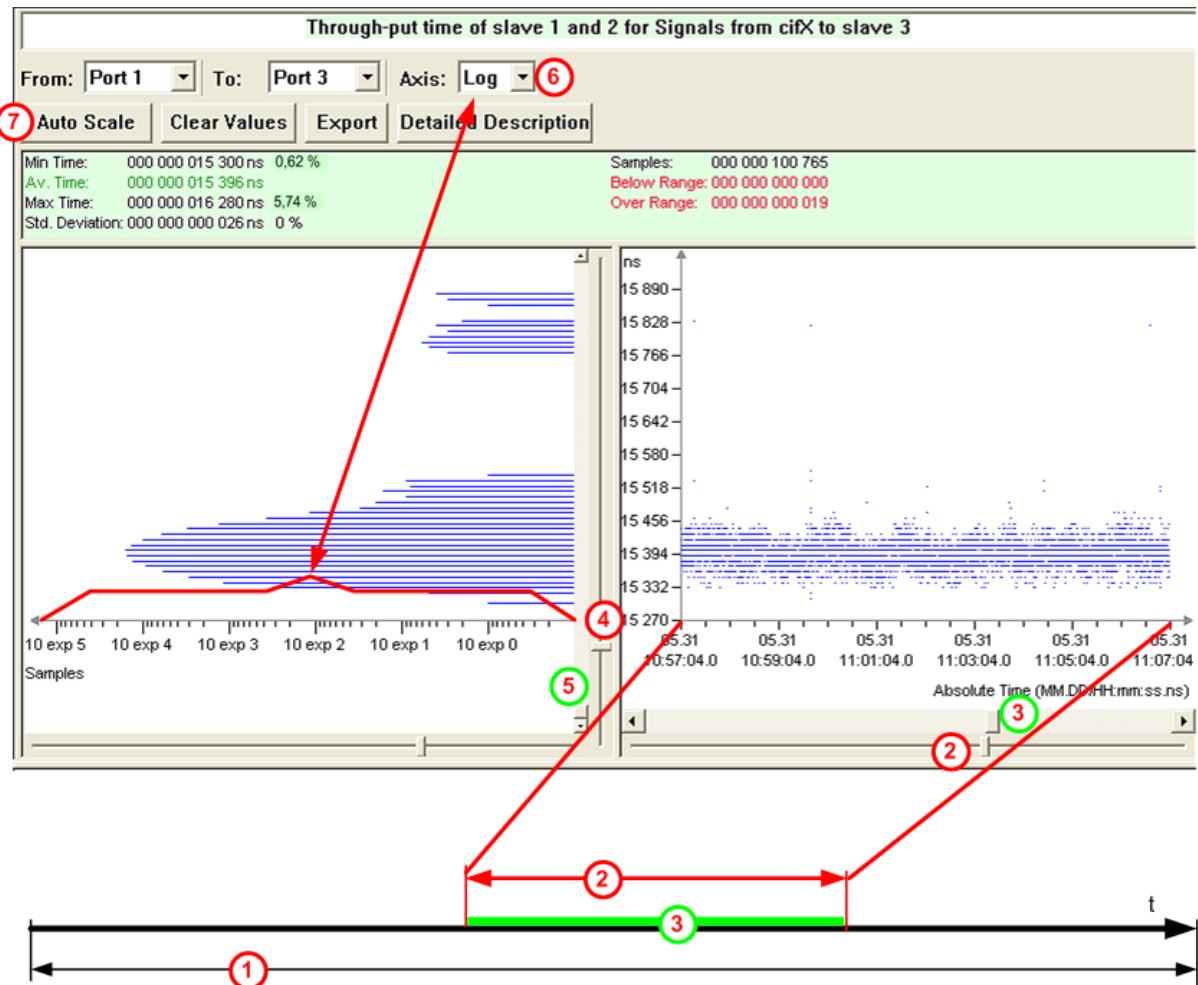

Abbildung 38: Timing-Analyse, Skalierung ändern
Der Zeitstrahl ① stellt in *Abbildung 38* den gesamten Messzeitraum dar.
Alle drei Achsen in *Abbildung 38* können mittels **Auto Scale** ⑦ so eingestellt werden, dass alle Messereignisse im Anzeigebereich liegen.